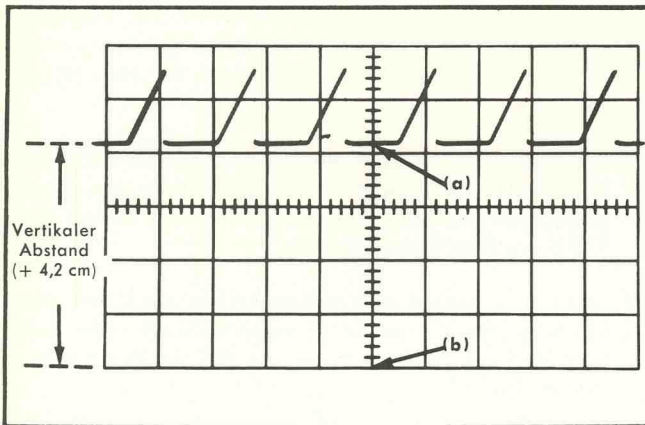

Bild 3-2 Messung des Momentanwerts einer Spannung bezogen auf eine Referenzspannung.
3. Mit dem Eingangswähler INPUT SELECTOR von Kanal 1 auf GND wird die Lage des Strahls (mit dem Regler POSITION von Kanal 1) mit einer der horizontalen Rasterlinien wie z. B. (b) in Bild 3-2 zur Deckung gebracht. Diese
7. Der vertikale Abstand in Zentimeter wird von der Masse- (Null-) Bezugslinie, in Schritt 3 festgelegt, zum Punkt auf dem Signal, der gemessen werden soll, wie beispielsweise zwischen (a) und (b) in Bild 3-2, gemessen. Steht der Polaritätsschalter NORM-INVERT in Stellung NORM, und der Punkt auf dem Signal befindet sich über der Referenzlinie, so zeigt dies eine positive (+) Polarität an. Befindet sich der Punkt unterhalb der Linie, so ist die Polarität negativ (—). Steht der Schalter NORM-INVERT in Stellung INVERT, so sind die angezeigten Polaritäten umgekehrt.
8. Die gemessene Distanz wird mit dem Einstellwert des Schalters VOLTS/CM und dem Abschwächerfaktor, wenn vorhanden, des Tastkopfs multipliziert. Dies ist der Momentanwert des Gleichspannungspegels am gemessenen Punkt. Mit dem Eingangsabschwächer VOLTS/CM in Stellung 2 und dem Polaritätsschalter NORM-INVERT in Stellung NORM wird unter Verwendung eines 10fachen Abschwächertastkopfs z. B. eine vertikale Auslenkung von 4,2 cm von der Referenzlinie aus gemessen (siehe Bild 3-2). Diese Werte werden in folgende Formel eingesetzt: